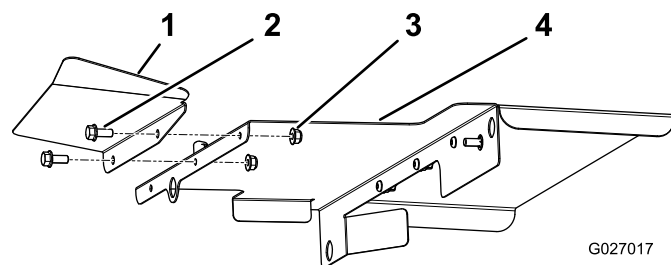

Figura 15
3. Instale o resguardo da cobertura direita na cobertura direita (Figura 15).